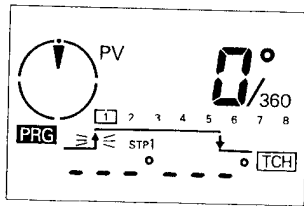

Abbildung 5: Anfangsanzeige
5. Es erscheint die Anfangsanzeige wie in Bild 5